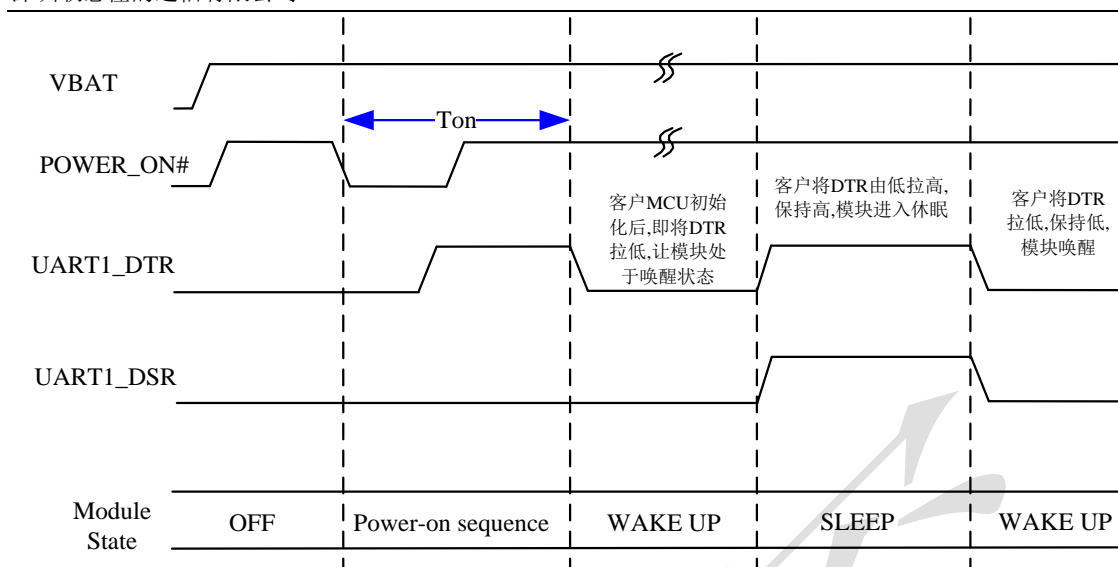

图 10: 休眠和唤醒控制过程示意图
- 3) C1100C 开机后默认内部是拉高，如果用户使用 MCU 控制 C1100C，建议用户在做 MCU 的开机初始化时先将 C1100C 的 UART1_DTR 管脚拉低，使得 C1100C 处于唤醒状态，需要触发 C1100C 休眠时再将 UART1_DTR 拉高。详细时序参考图 10。